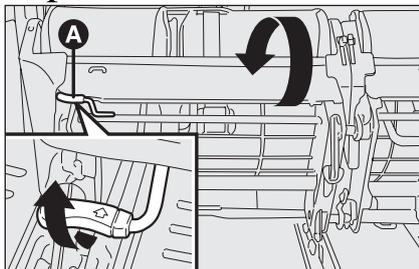

fig. 26
– recline el asiento levantando la palanca **A-fig. 26**;